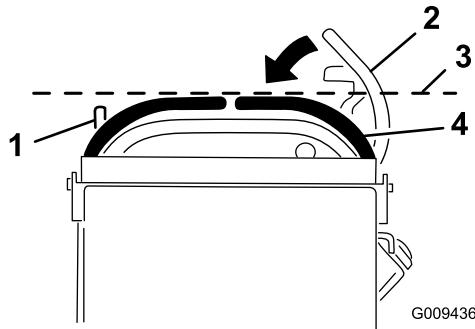

Bild 75
3. Drücken Sie die Fahrantriebshebel nach unten und außen aus der ARRETIERTEN NEUTRAL-Stellung (Bild 75).
4. Prüfen Sie, ob der rechte Fahrantriebshebel mit dem linken Fahrantriebshebel horizontal eingestellt ist (Bild 75).